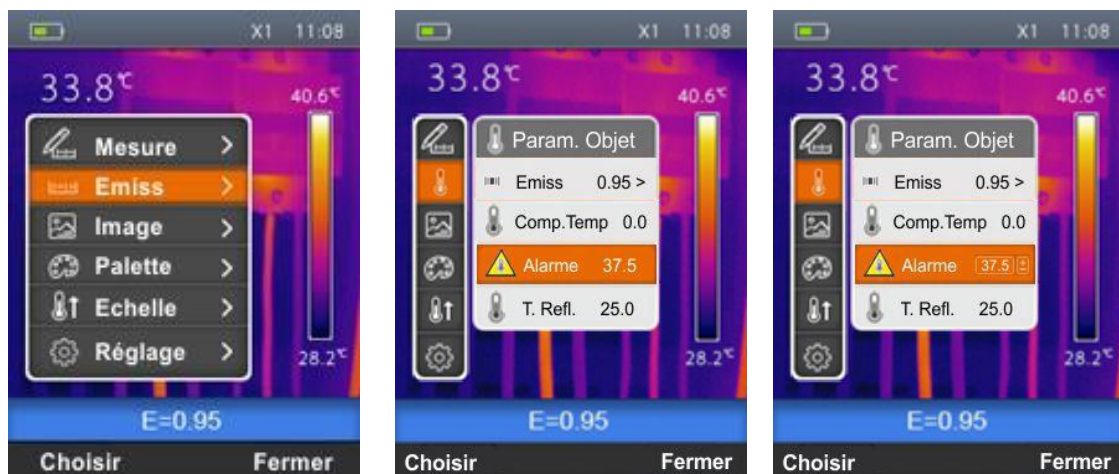

Fig. 20 : Réglage de la condition d'alarme sur la mesure de température
- Sélectionner « Émiss » à l'aide des touches \oplus ou \ominus et appuyer sur la touche \Rightarrow . La page-écran de Fig. 20 – partie centrale est affichée à l'écran
- Utiliser les touches \oplus ou \ominus pour sélectionner «Alarme» et appuyer sur la touche «Choisir». La page-écran de Fig. 20 – partie droite est affichée.